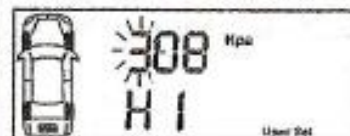

Рис. 28
2. Чтобы войти в режим настроек пользователя, нажмите [OK]. Сначала замигает первая цифра значения повышенного давления (Рис.28).